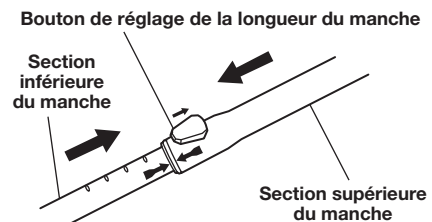

Fig. 2
- Alignez les flèches sur les sections supérieure et inférieure du manche (Fig. 2).
- Tout en poussant le bouton de réglage de la longueur du manche vers le haut et vers la poignée arrière, faites glisser la section supérieure du manche sur la section inférieure jusqu'à ce qu'elles se verrouillent ensemble (Fig. 2).